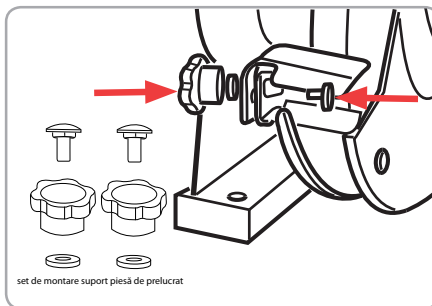

Fig.7
- Introduceți un șurub prin fanta muchiei și suportul piesei de prelucrat. Fig. 7